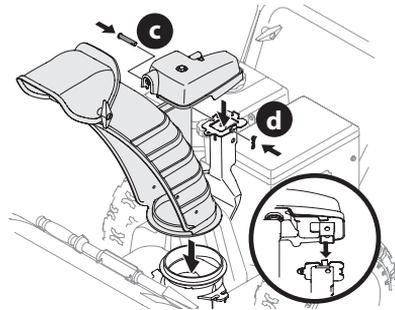

Figura 14
2. Asegure el cabezal de control del canal a la ménsula de soporte del canal con el pasador de horquilla (c) y el pasador de chaveta (d) que se extrajeron en el Paso 1 (Figura 14).